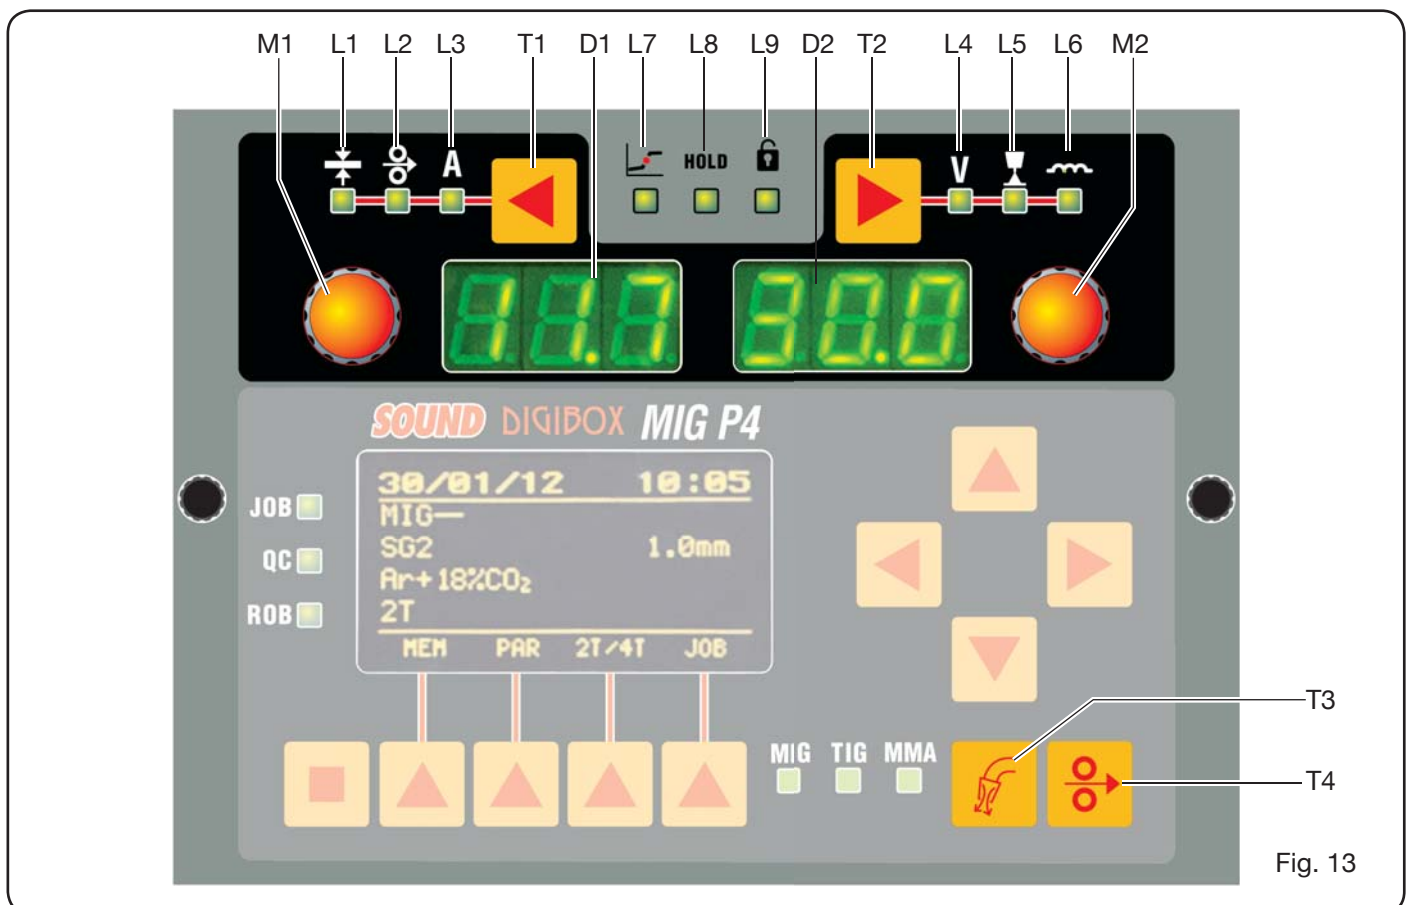

Fig. 13
Kontrollpanelen består av ett **kontrollområde** (Fig. 13) och ett **inställningsområde** (Fig. 14).
6.1 KONTROLLPANEL (FIG. 13).